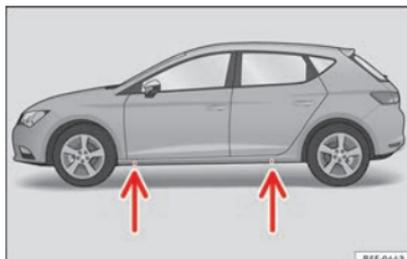

Fig. 74 Traversa: segni.
- Individuare nel longherone il punto di appoggio del cric (zona avvallata) più vicino alla ruota da sostituire » » » **fig. 74.**